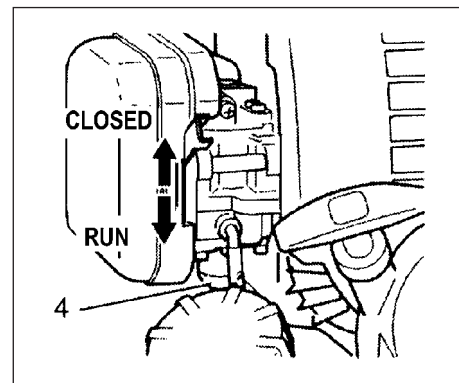

Fig. 2-3
(Fig. 2-3)
2. Den Choke in Stellung "geschlossen" schieben (Fig. 2-3)